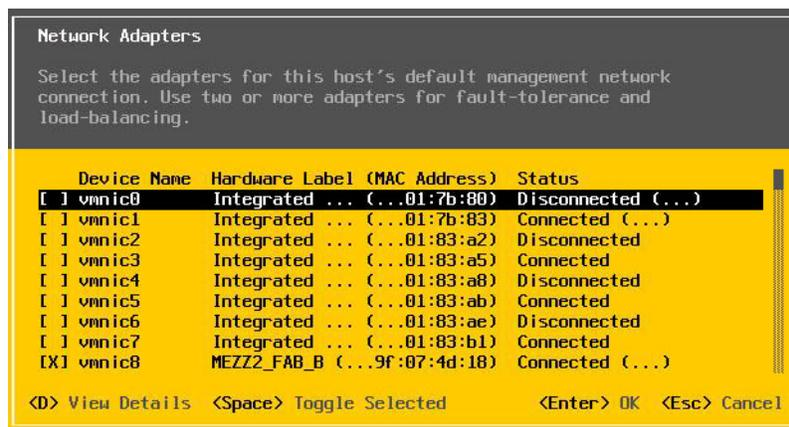

Ilustración 14-35. Selección de red de administración de ESXi
9. En las placas 57800 y 57810, la red de administración no es vmnic0. Después del inicio, abra la consola de la GUI y visualice la pantalla Configure Management Network (Configurar red de administración) y, a continuación, la ventana Network Adapters (Adaptadores de red) (Ilustración 14-35) para seleccionar el NIC que se utilizará como dispositivo de red de administración.